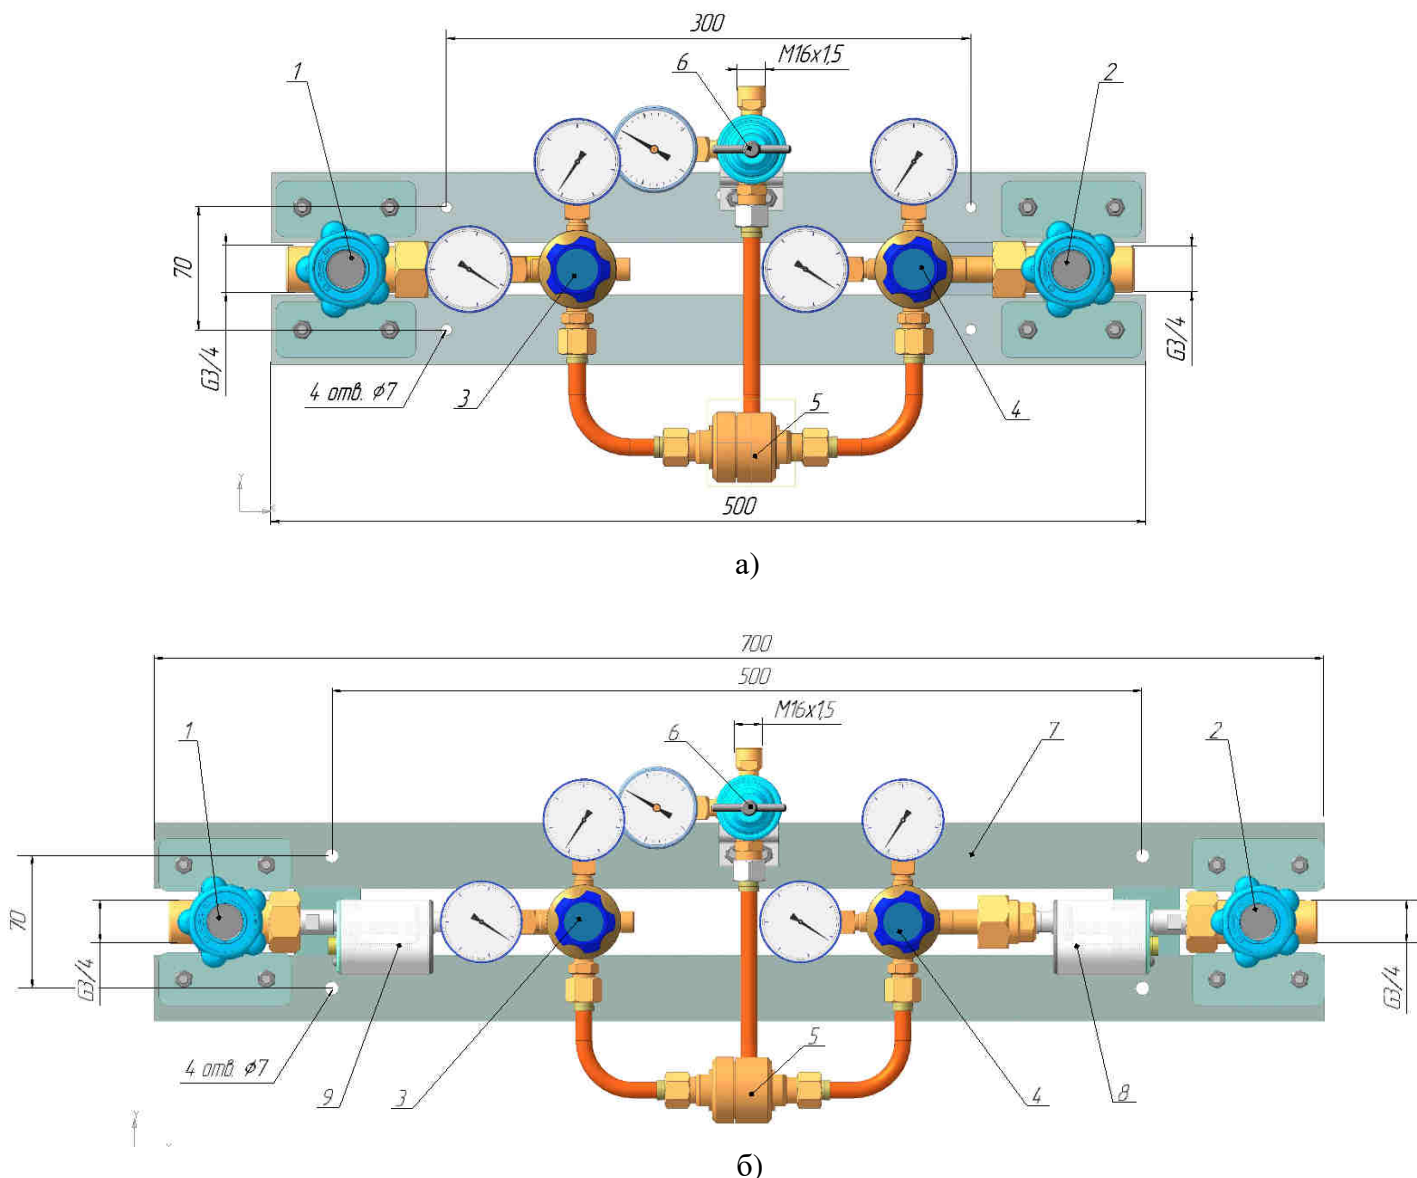

Рис.1 Щит автопереключения плеч перепускных газовых рамп.
4.2.1 В зависимости от условий эксплуатации щиты выполняются без подогрева газа (Рис.1а) или с установкой подогревателей газа 8,9, расположенных между запорными клапанами 1,2 и редукторами 3,4 (Рис. 1б).